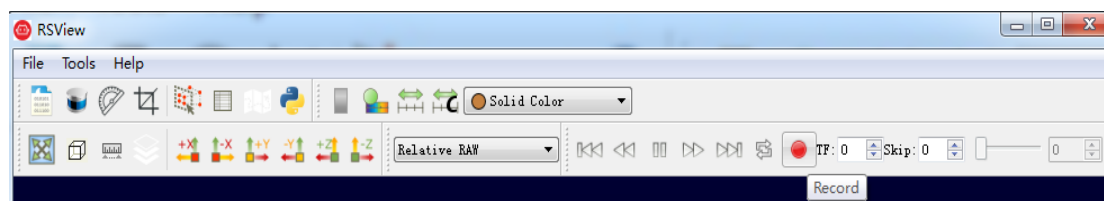

图 A-5: RSView 保存按钮
1. 在实时显示数据时点击 **Record** 按钮(图 A-5)。